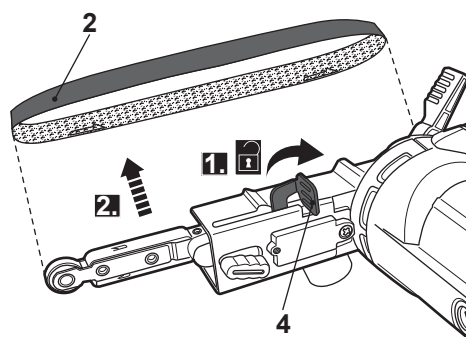

Fig. 6
- > Tire de la palanca de sujeción (4) totalmente hacia afuera y retire la banda lijadora (2) (Fig. 6).
- > Coloque una nueva banda lijadora (2) según sea necesario.